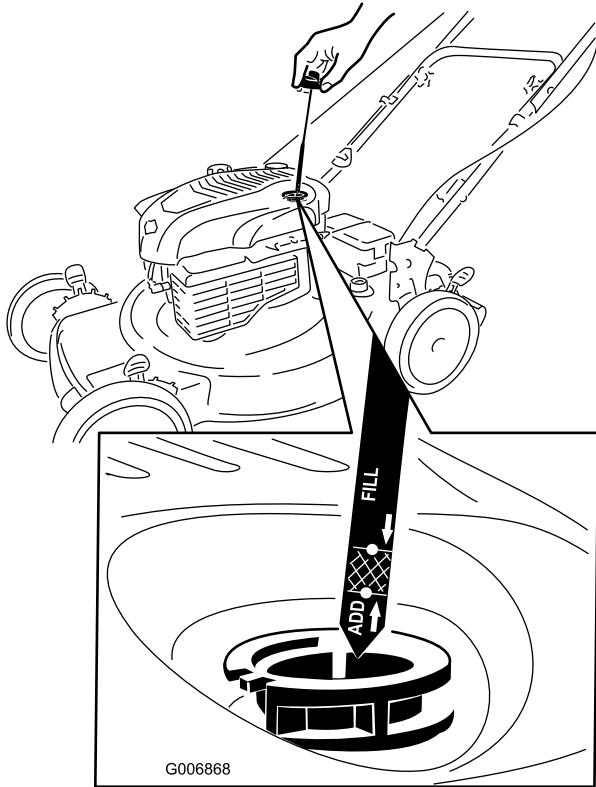

Figura 12
1. Togliete l'asta di misurazione del livello dell'olio, asciugatela ed inseritela a fondo nel foro (Figura 12).
2. Estraete l'asta e controllate il livello dell'olio (Figura 12). Se il livello dell'olio è inferiore alla tacca **Add** sull'asta, versate **lentamente** dell'olio nel foro del boccettone fino a portarne il livello alla tacca **Full** sull'asta. **Non riempite troppo.** (Riempimento massimo: 0,59 litri, tipo: olio detergente SAE 30 con service classification API SF, SG, SH, SJ, SL o superiore.)